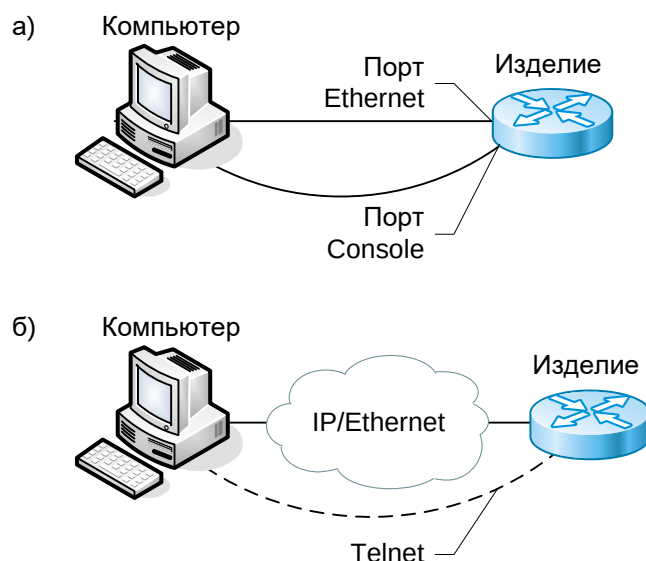

Рис. 41 — Примеры подключения изделия для сохранения и загрузки конфигурации или обновления программного обеспечения
2. Подключите порт Ethernet изделия к сети. Примеры подключения показаны на Рис. 41.
2. Подключите один из портов устройства к сети. Примеры подключения показаны на Рис. 41;
3. Подключите устройство к сети. Примеры подключения показаны на Рис. 41;